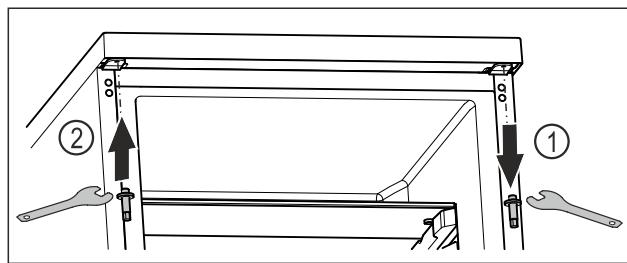

Fig. 19
- ▶ Išsukite viršutinį kaištį raktu su išoriniu šešiabriauniu. Fig. 19 (1)
- ▶ Priveržkite kaištį priešingoje pusėje raktu su išoriniu šešiabriauniu. Fig. 19 (2)